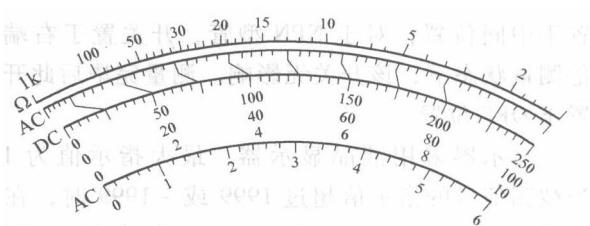

图 1-4 万用表的标度盘
(1) 接线柱的选择。测量之前，首先应检查表笔位置是否正确。红表笔应接在标有“+”的接线柱上，黑表笔应接在标有“-”的接线柱上。测量直流时，红表笔接被测电路的正极，黑表笔接被测电路的负极。如果不知道被测电路的正、负极时，可以这样判断：将仪表的转换开关切换到直流电压最大量程，将一支表笔接至被测电路任意一极上，然后将另一支表笔在被测部分另一极上轻轻一碰，并立即离开，观察仪表指针的转向，若表针正向偏转，则红表笔为正极，黑表笔为负极；反之，黑表笔为正极，红表笔为负极。有些万用表设有交直流 2500V 的高电压测量端钮，使用时黑表笔仍接在“-”接线柱上，而将红表笔接在 2500V 的接线柱上。
(2) 测量挡的选择。根据测量的对象，将切换开关转换到所需要的位置上。例如，需要测量交流电压，将切换开关转换到标有 V 的位置。有些万用表有两个切换开关，一个是改变测量种类的切换开关；另一个是改变量程的切换开关。使用时，先选择测量种类，再选择量程。选择测量种类时，要小心谨慎，测量前应核对无误后，方可进行测量，否则会烧毁仪表。
(3) 正确选择量程。用万用表进行测量之前，首先应对被测量的范围有一个大概的估计，然后将量程切换开关旋至该种类区间的适当量程上。例如，测量 220V 交流电压时，就可选用 250V 量程挡。如果被测量的范围不好估计，可先由大量程挡向小量程挡处进行切换，应使被测量的范围在仪表指针指在满刻度的 1/2 满量程以上时即可。
(4) 正确读数。万用表标度盘上有许多条标度尺，分别用于不同的测量种类，测量时要在相应的标度尺上读取数据。万用表的标度盘如图 1-4 所示。